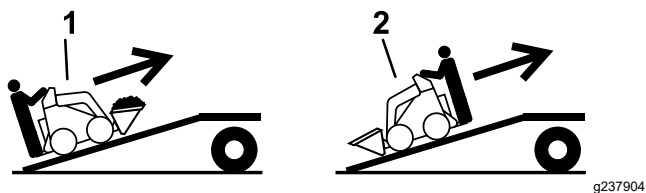

Figura 12
5. Caricate la macchina sul rimorchio con l'estremità più pesante sulla rampa, trasportando i carichi verso il basso (Figura 12).